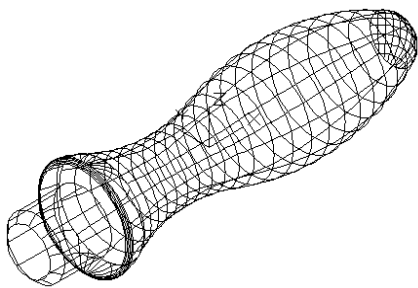

图 10-95 UCS 坐标和手柄的二维线框图
(1) 二维线框(2): 用直线和曲线表示对象的边界。光栅和 OLE 对象、线型和线宽都是可见的。即使将 COMPASS 系统变量的值设置为 1, 它也不会出现在二维线框视图中。如图 10-95 所示为 UCS 坐标和手柄二维线框图。